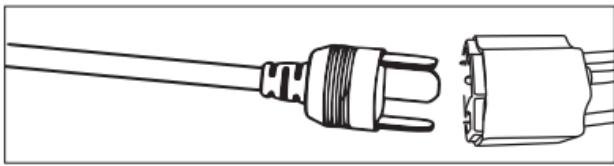

Figura-7
- 5.8 Conecte el conector de alimentación como se muestra en la figura 7.